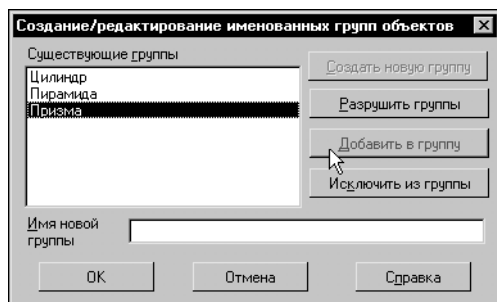

Рис. 43.5. Добавление объектов в группу
3. В появившемся на экране диалоге выделите группу *Призма* и нажмите кнопку **Добавить в группу** (рис. 43.5).